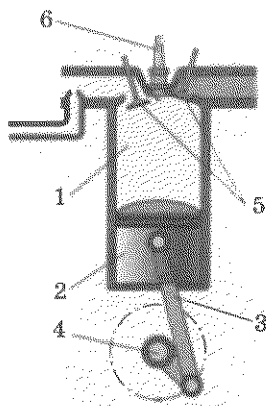

Рис. 43.5. Схема будови найпростішого двигуна внутрішнього згоряння:
Двигун внутрішнього згоряння (рис. 43.5) складається з *циліндра (1)*, у якому пересувається *поршень (2)*. Усередині поршня шарнірно закріплений *шатун (3)*. Шатун, у свою чергу, з'єднаний із *колінчастим валом (4)*, обертання якого забезпечує обертання тягових коліс транспортного засобу.